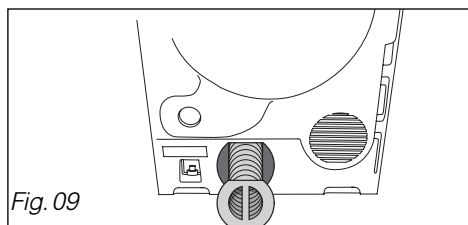

Fig. 09
– Sortie d'air arrière (Fig.09)
- dégagez la gaine avec précaution afin d'éviter tous risques de coupures (Fig. 09).